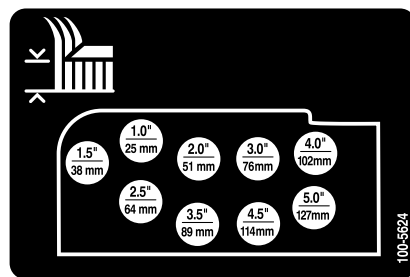

Figura 20
10. Monte las cadenas de altura de corte en el orificio de altura de corte deseado con el pasador de horquilla y la chaveta (Figura 20).